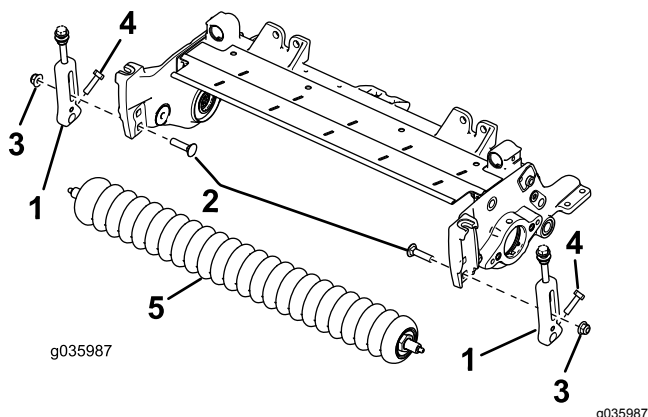

図 2
2. 刈高ブラケットをカッティングユニットのサイドプレートに固定しているキャリッジボルトとロックナットを外す **図 2**。
3. 刈高ブラケットをローラシャフトの前に固定しているねじをゆるめる **図 2**。
4. カッティングユニットのサイドプレートから既存の刈高ブラケットと前ローラを取り外す **図 2**。